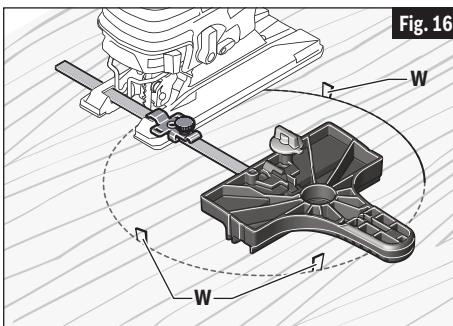

Fig. 16
- Coloque cuñas pequeñas **W** en el corte de la manera que se muestra en la Fig. 16, para impedir que el círculo interno se extienda cuando se esté cerca del final del corte.